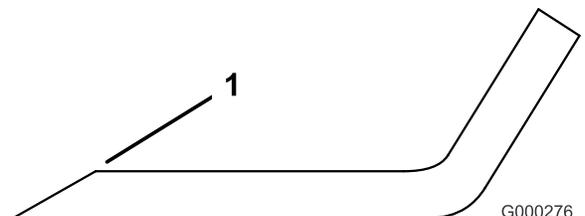

Figura 102
- Affilate i taglienti da entrambe le estremità della lama con una lima (Figura 102).